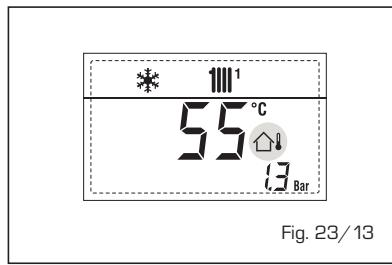

Fig. 23/13
- INTERVENCIÓN TERMOSTATO DE SEGURIDAD PRIMERA ZONA MEZCLADA "ALL 20" [fig. 23/14]